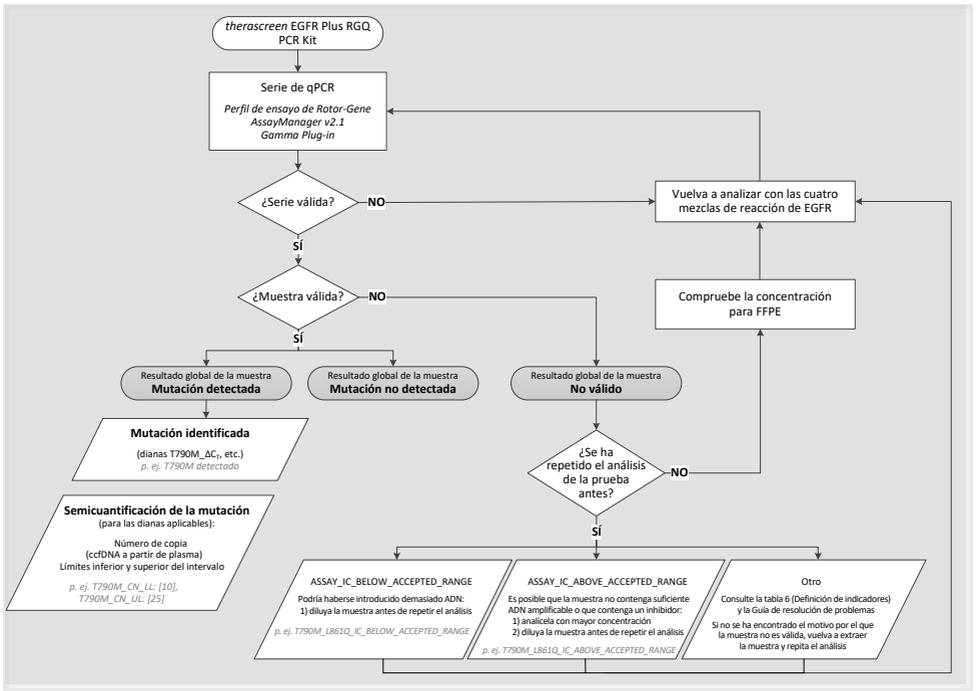

Ilustración 20. thesascreen EGFR Plus RGQ PCR Kit, diagrama de decisiones.
- Si alguno de estos controles de serie no es adecuado, se utilizará el indicador «ASSAY_INVALID» (ensayo no válido). Si se activa este indicador, la serie se considera inválida y se debe volver a realizar el experimento (el gráfico de flujos de decisiones para volver a realizar las pruebas está presente en la ilustración 20).
La validez del control interno del exón 2 se basa en el cumplimiento de los valores CT respecto a las especificaciones predefinidas. El control interno debe ser válido para que se interpreten los resultados de las muestras. Un control interno válido indica suficiente entrada y calidad de ADN, así como la ausencia de sustancias interferentes. En caso de que no sea válido, consulte el gráfico de flujos de decisiones presente en la ilustración 20.
El procedimiento para la repetición de los análisis se resumen en la ilustración 20.